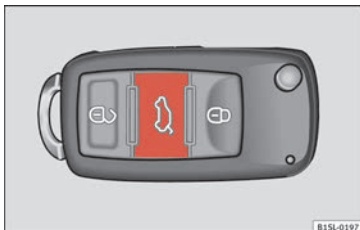

Bild 106 På bilnyckeln: Knapp för att låsa upp och öppna bakluckan.
- Tryck på knappen på fjärrkontrollen » » » **bild 106** ca en sekund för att låsa upp bakluckan.